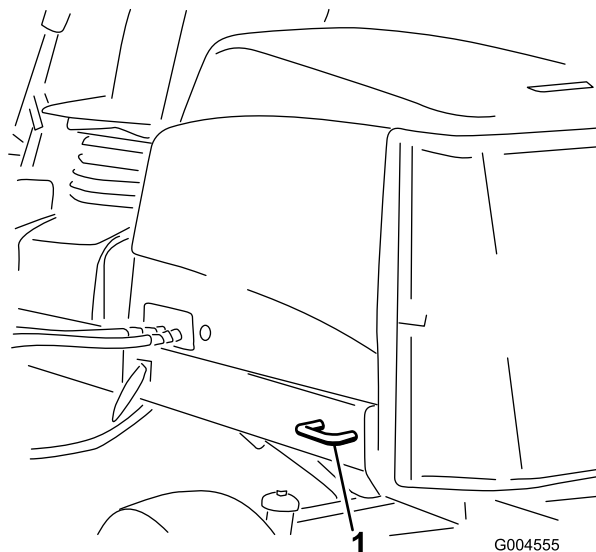

Figure 45
- Arrière – chaque côté de la machine sur le châssis arrière (Figure 45).